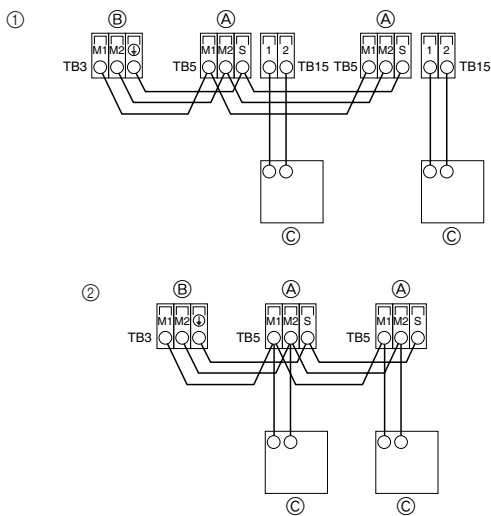

Fig. 6-2
6.2. De afstandsbediening en de transmissiekabels voor het binnen- en buitenapparaat aansluiten (Fig. 6-2)